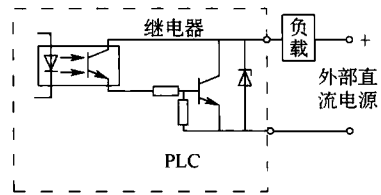

图 1-18 晶体管输出(源型)
2) 晶体管输出。如图 1-18 所示, 晶体管输出采用光电隔离, 有较高的接通、断开频率, 但只能用于直流负载。